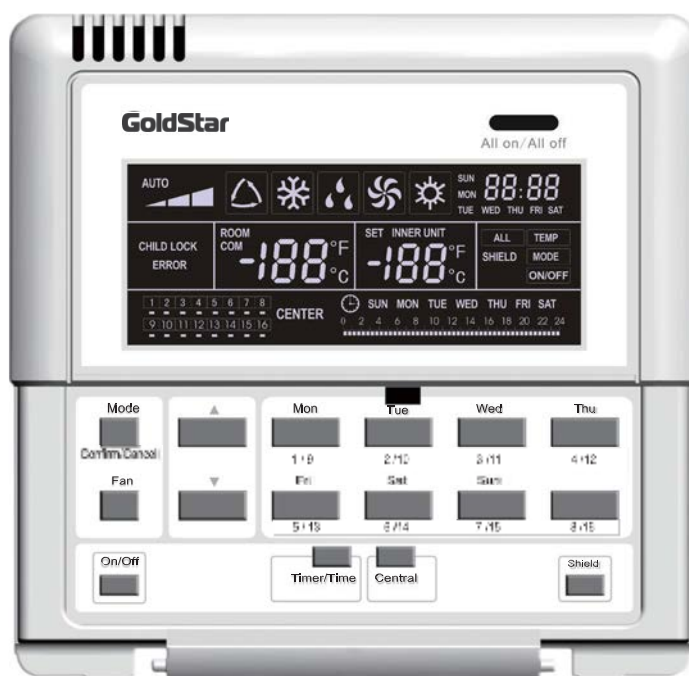

Рис. 7.20
7.5.7 Проводной зональный пульт CE50-24/E (рис. 7.20).